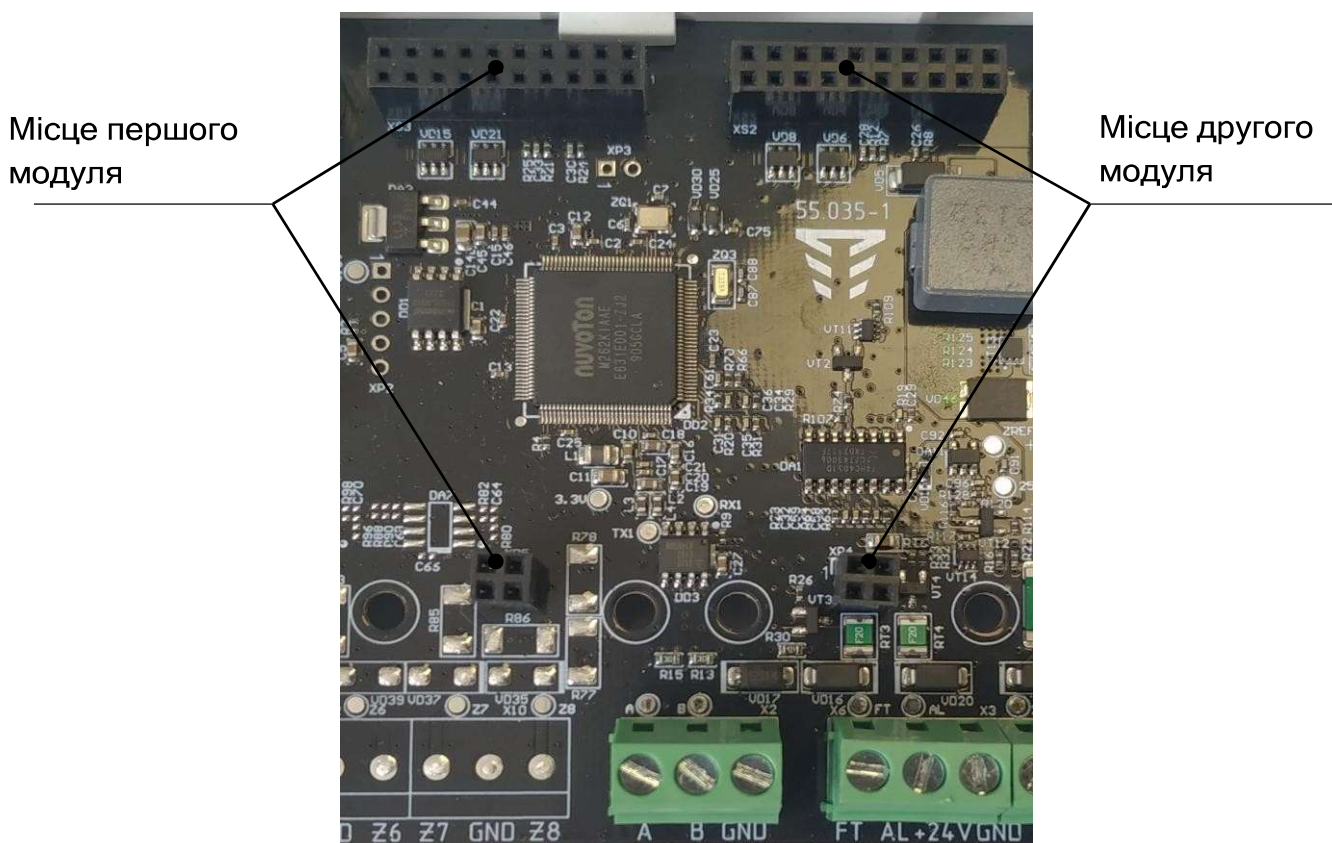

Рисунок 5.6 - Місце встановлення додаткових модулів на БМК
5.3.10.1 Безпосередньо на плату БМК за потреби встановлюють модулі: M-OUT2R (два реле) або M-2G, M-LTE, M-WiFi, M-NET+ (комунікатори). Для цього призначені два місця: MODULE1 (XS3, XP5) та MODULE2 (XS2, XP4) (рис. 5.6). Щоб забезпечити додаткове кріплення модулів, для кожного з них необхідно встановити 2 пластмасові тримачі в отвори на платі БМК (тримачі входять в комплекти модулів).